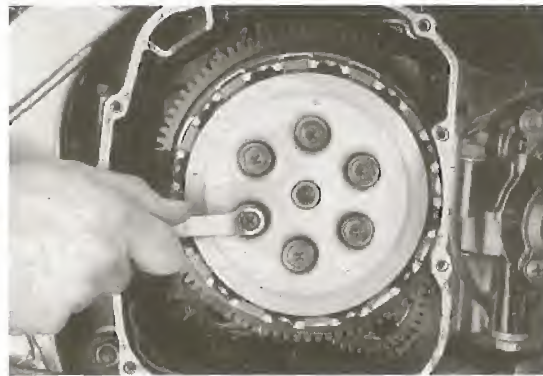

Bild 86
- Befestigungsschrauben der Kupplungsfedern schrittweise über Kreuz ausdrehen (Bild 86). Druckplatte, Lager und Kugel entfernen; Stahl- und Reibscheiben der Kupplung abnehmen.